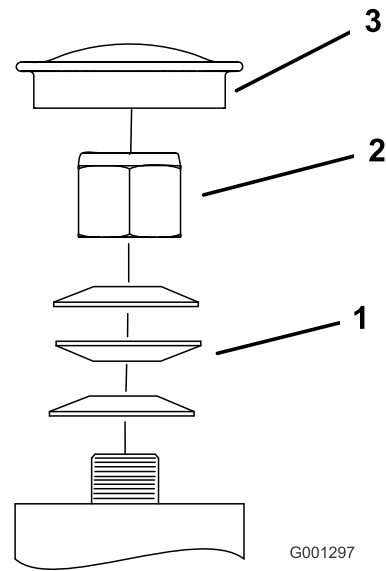

Figura 46
3. Retire el tapón anti-polvo de la rueda giratoria y apriete la contratuerca (Figura 46).
4. Apriete la contratuerca hasta que las arandelas de muelle estén planas, luego afloje 1/4 de vuelta para establecer la pre-carga correcta de los cojinetes (Figura 46).
- Importante:** Asegúrese de que las arandelas de muelle están correctamente instaladas, según muestra Figura 46.
5. Coloque el tapón anti-polvo (Figura 46).